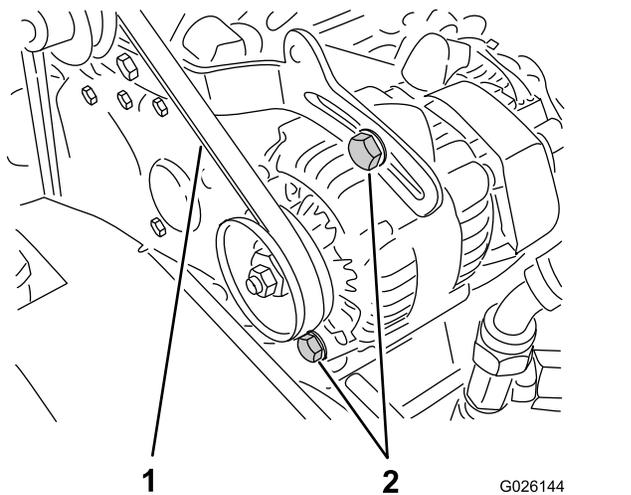

図 60
2. クランクシャフトとオルタネータのプーリー間の中央でベルトを指で押し、ベルトの張りを点検する。押す力は 10kg 程度 (図 60)。
- A. オルタネータの取り付けボルト 2 本をゆるめる (図 60)。
締め付ける 図 60。